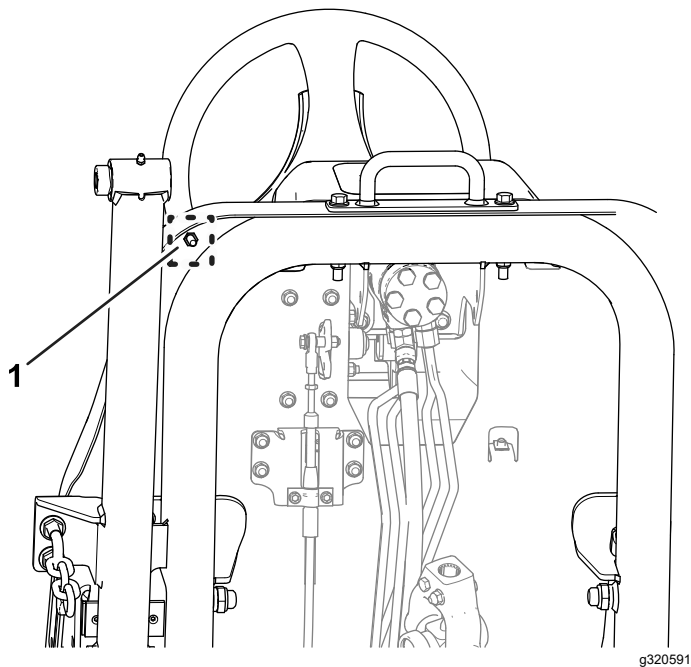

Bild 80
- B. Lösen Sie die Klemmmutter an der Unterseite der Fußplattform-Platte (Bild 80).
- F. Halten Sie den Fahrpedalanschlag fest und ziehen Sie die Klemmmutter an der Unterseite der Fußplattform-Platte (Bild 79 und Bild 80) auf 37-45 N·m an.